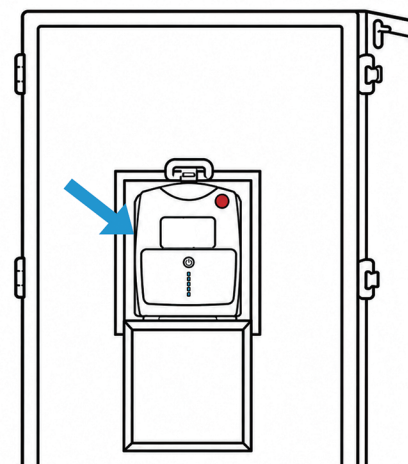

图2
1. 打开航空箱后盖小门，长按机器人背部电源键5秒，等待电源指示灯常亮（图2）